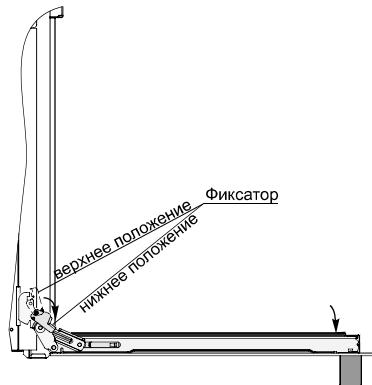

рис. 12
**Для снятия дверцы духовки необходимо (см. рис. 12, 13, 14):**
3. Прикрыть дверцу до упора, не прикладывая усилия, пока фиксатор не зафиксирует шарнир, см. рис. 12;